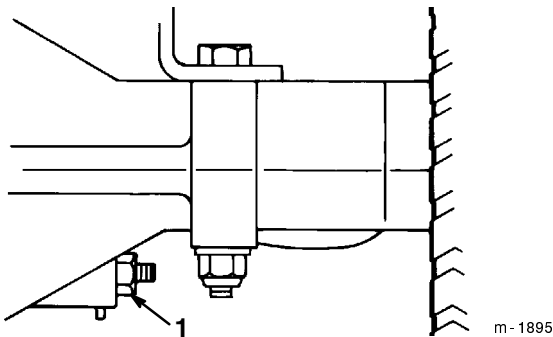

Figure 18
Le frein se trouve du côté droit de l'essieu arrière, à l'intérieur du pneu arrière (Fig. 18). Si le frein ne tient pas ou si la puissance de freinage est insuffisante, un réglage est nécessaire.
2. Pour augmenter la résistance de freinage, serrez l'écrou de réglage du frein (Fig. 18) de 1/8 de tour vers la droite, puis contrôlez de nouveau le frein. Alternez les serrages et les contrôles jusqu'à ce que le frein soit bien réglé.